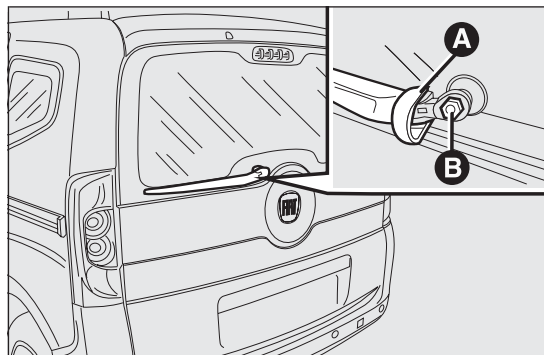

fig. 189
- levantar el revestimiento A fig. 189 y desmontar el brazo del vehículo, aflojando la tuerca B que lo fija al perno de rotación;